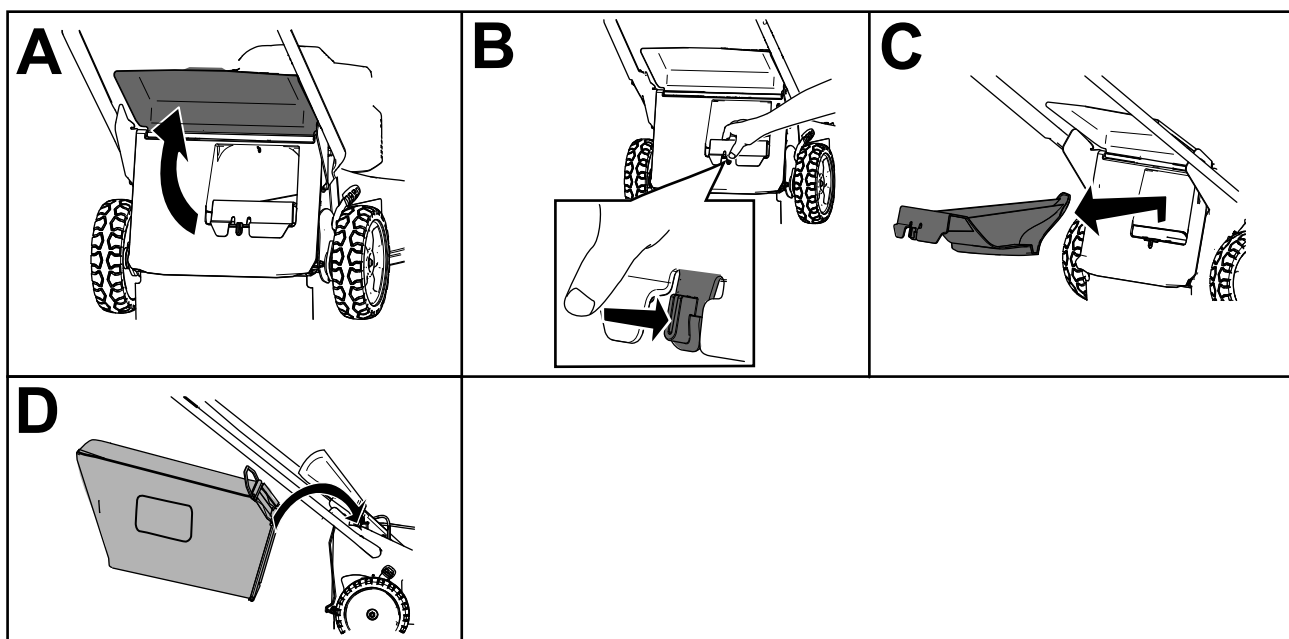

Figura 15
2. Ridicați i meninei ridicat deflectorul spate (A din Figura 15).
3. Îndepărtați capacul evacuării posterioare prin împingerea înăuntru cu degetul a clichetului i îndepărtarea capacului de pe maină (B i C din Figura 15).
4. Instalați capetele tije sacului în canelurile de la baza mânerului i deplasați sacul înainte i înapoi, pentru a vă asigura că ai fixat capetele tije sacului pe părțile inferioare ale celor două caneluri (D din Figura 15).
3. Scoateți tija sacului pentru iarbă din canelurile de la baza mânerului (A din Figura 15).
4. Montați capacul evacuării (B din Figura 15).
5. Coborâți deflectorul spate (C din Figura 15).